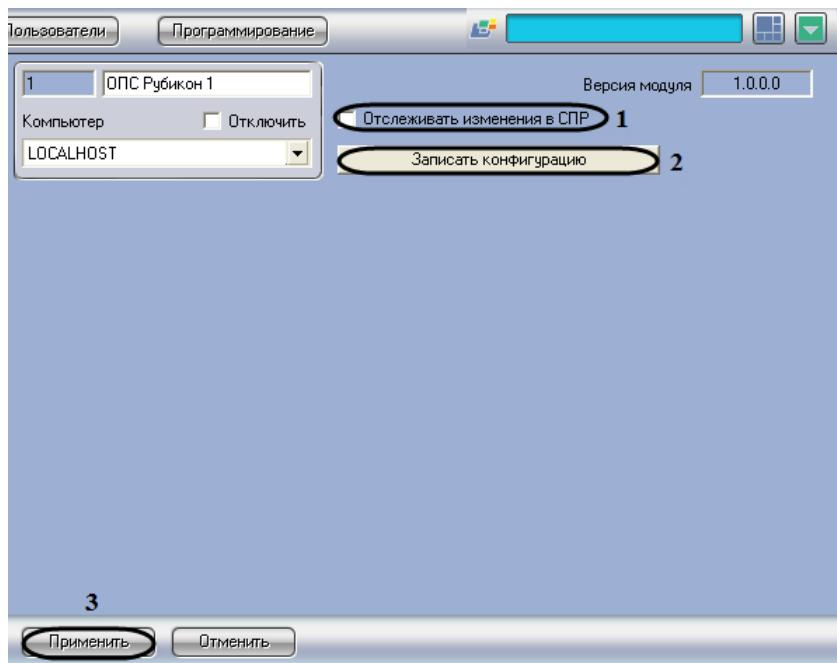

Рис. 3.10—1 Пересылка конфигурации во все устройства ОПС Рубикон
1. Перейти на панель настроек объекта **ОПС Рубикон** (Рис. 3.10—1).
2. Установить флажок **Отслеживать изменения в СПР** для автоматической отправки изменений пользователей, временных зон и уровней доступа в устройства *ОПС Рубикон* (см. Рис. 3.10—1, 1).
3. Нажать кнопку **Записать конфигурацию** для записи в устройства *ОПС Рубикон* настроек, произведенных при помощи ПК *Интеллект* (см. Рис. 3.10—1, 2).
4. Для сохранения изменений необходимо нажать кнопку **Применить** (см. Рис. 3.10—1, 3).